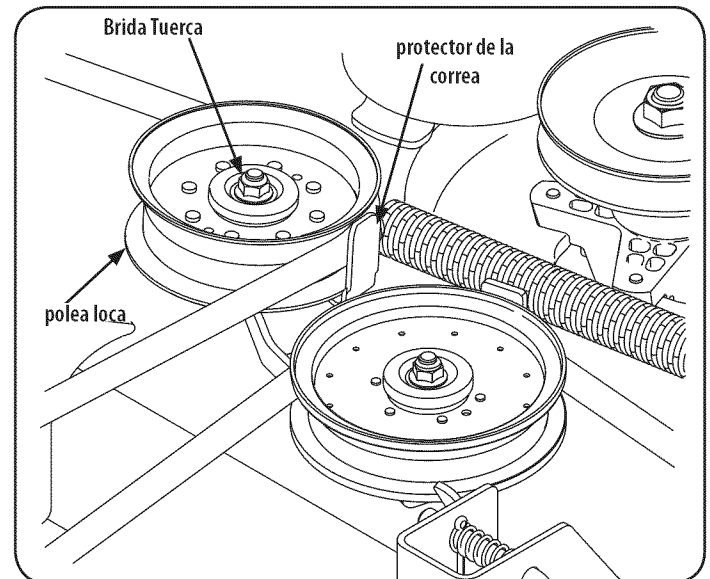

Figura 37
3. Afloje, pero no quite, la polea loca móvil y protección de la correa por solo aflojar la tuerca de seguridad con brida de fijación de la polea loca para el brazo tensor. Ver Figura 37.
- Coloque la correa alrededor de las poleas locas que quitó en el paso 3 con el lado "V" hacia adentro. Una vez en su lugar, vuelva a instalar todo el hardware y apriete la tuerca de seguridad con brida para fijar el conjunto. Ver Figura 37.
- Coloque la correa como se muestra en la Figura 37 y vuelva a instalar la cubierta (consulte Instalación de la plataforma).